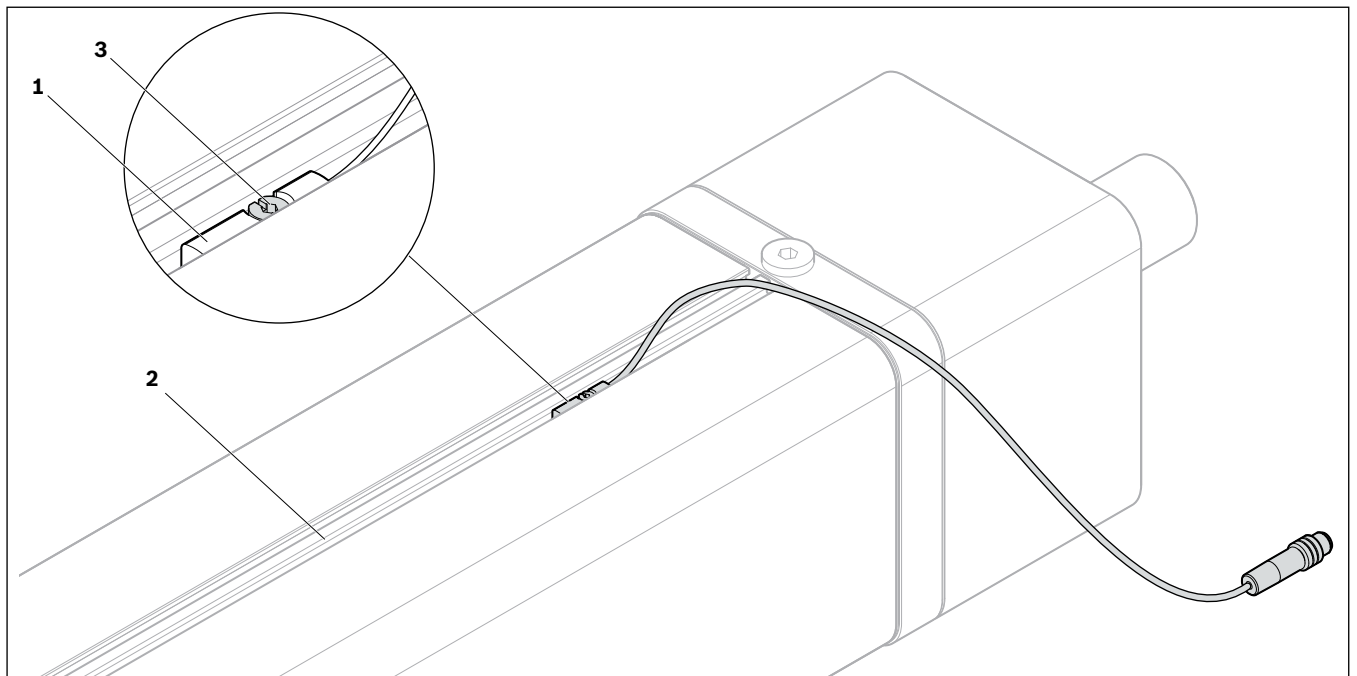

Fig. 25: Schalter montieren
1. Schalter (Magnetfeldsensoren) **(1)** so in die T-Nut des Gehäuses **(2)** einsetzen, dass die Klemmschraube **(3)** nach außen zeigt ➔ Fig. 25.
1. Durch Verdrehen der Klemmschraube **(1)** ➔ Fig. 25 auf Seite 25 fixieren. Schraube handfest anziehen und festen Sitz des Schalters kontrollieren.